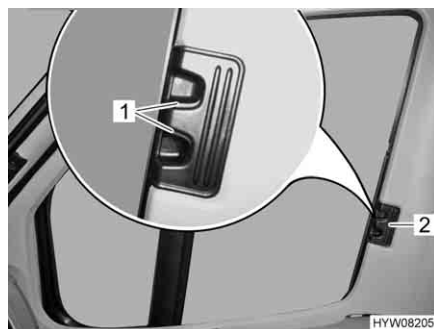
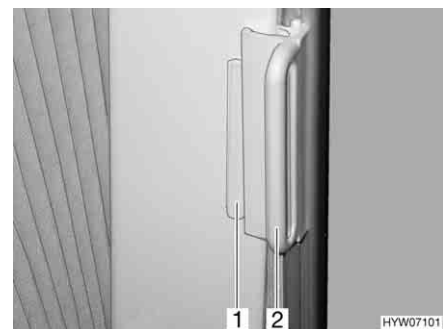

Fig. 56 Tendina oscurante pieghevole per il finestrino del conducente/passeggero
Fig. 57 Tendine oscuranti pieghevoli per il finestrino del conducente/passeggero (alternativa)
- Comprimerle le levette di bloccaggio (Fig. 56,1) e mantenerle in questa posizione.
- Con la levetta (Fig. 56,2 o Fig. 57,2) tirare le tendine oscuranti pieghevoli per il finestrino del guidatore e del passeggero verso l'altro lato della finestra e congiungerle alle strisce magnetiche.
- A seconda del tipo di tendina oscurante, premere e tenere premute le levette di bloccaggio (Fig. 56,1).
- Inserire fino all'arresto le tendine oscuranti pieghevoli per il finestrino del guidatore e del passeggero per la maniglia (Fig. 56,2 o Fig. 57,2).
- Rilasciare le levette di bloccaggio (Fig. 56,1) e farle innestare, oppure spingere l'impugnatura (Fig. 57,2) fino al sopralzo (Fig. 57,1).